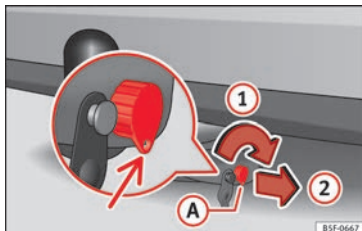

Fig. 227 Bloccare la serratura
- Girare la chiave (A) nel senso della freccia 1 finché la parte bucata della chiave non raggiunge la sua posizione inferiore » fig. 227.